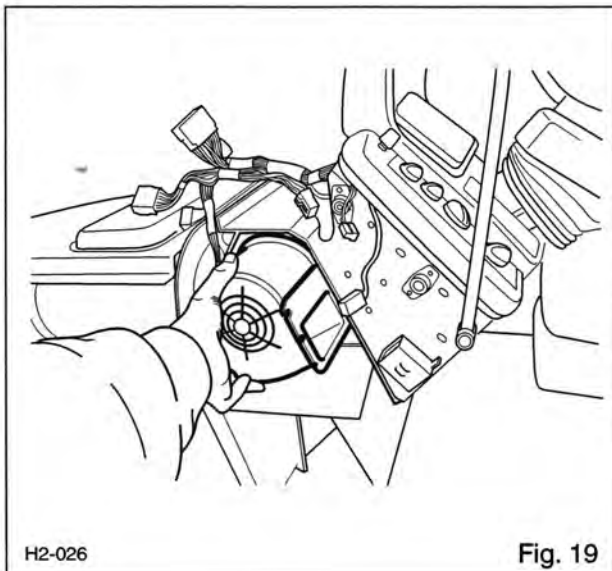

Fig. 19
- Skub blæseren ud i venstre side (Fig. 19).